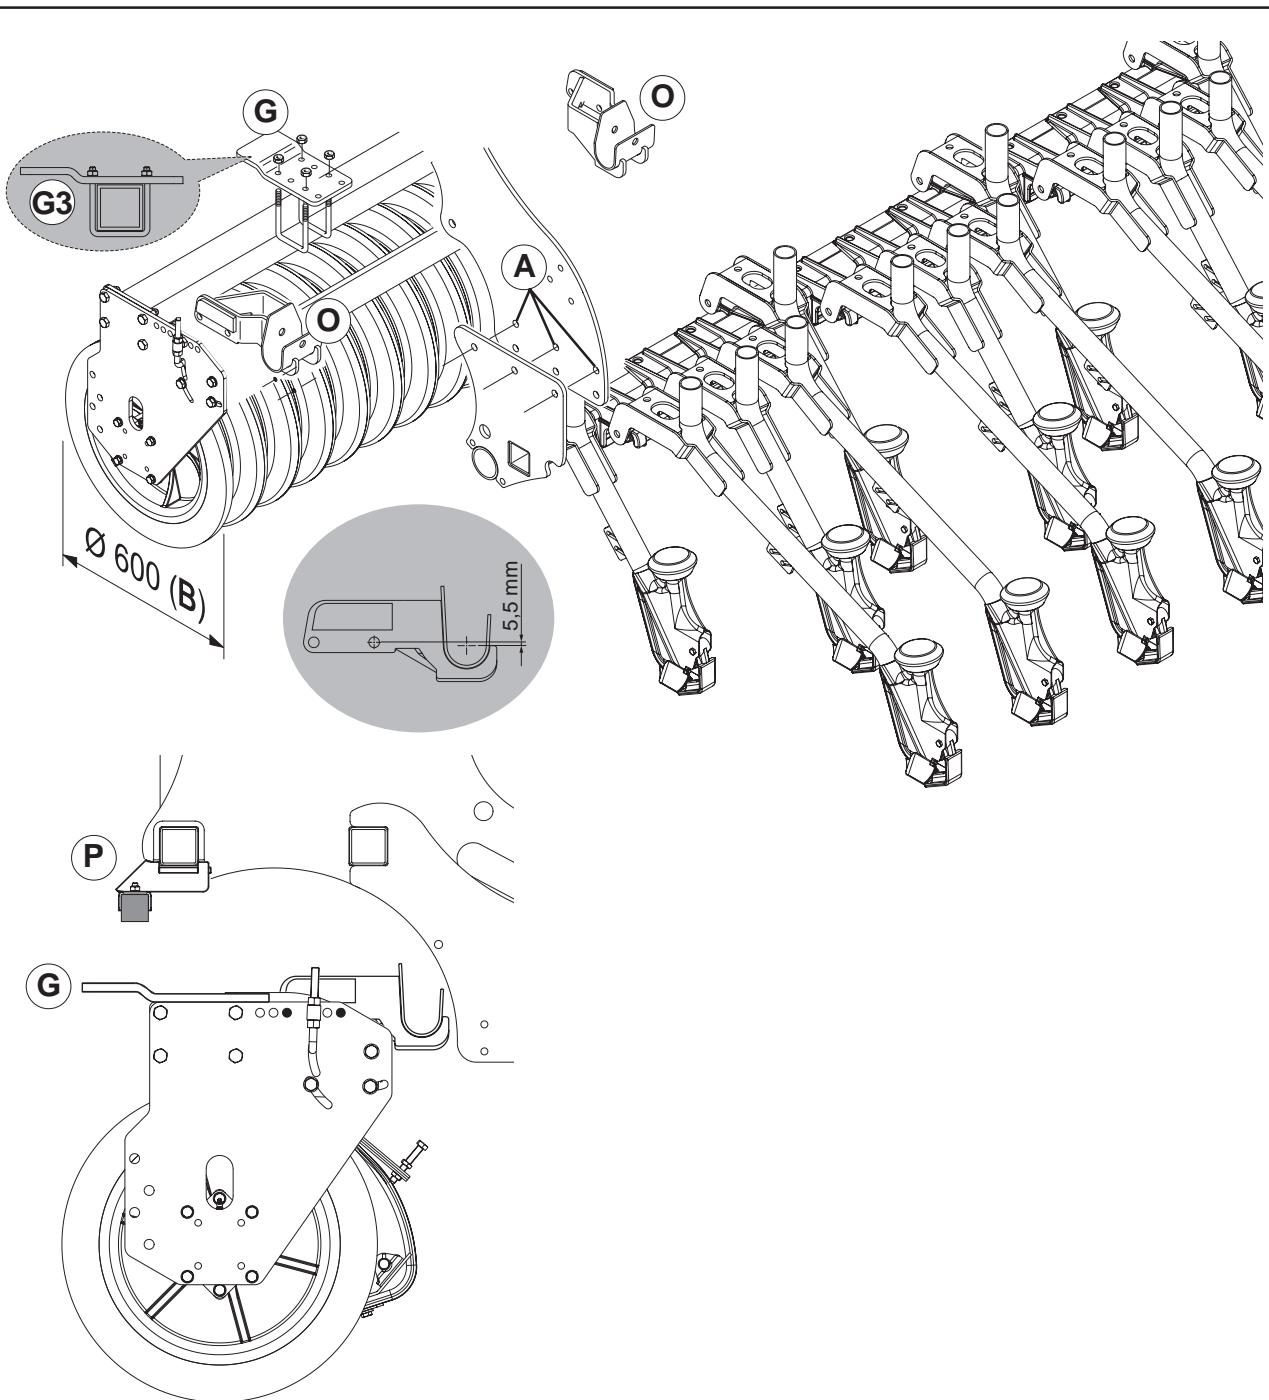

fig. 14
- Nr. 2 supporti (O, Fig. 14).
- Nr. 2 supporti (P, Fig. 14).
- 1) Position de barre de sème en A (Fig. 14);
- Monter les deux supports du semoir (O, Fig. 14) sur le cote rouleau postérieur de la herse rotative, comme est indiqué en Fig. 14.
- En correspondance des supports (P, Fig. 14), monter les palques de j'appuie (G) comme indiqué en Figure 14. Fare de l'attention au correct montage de la palque (G2).